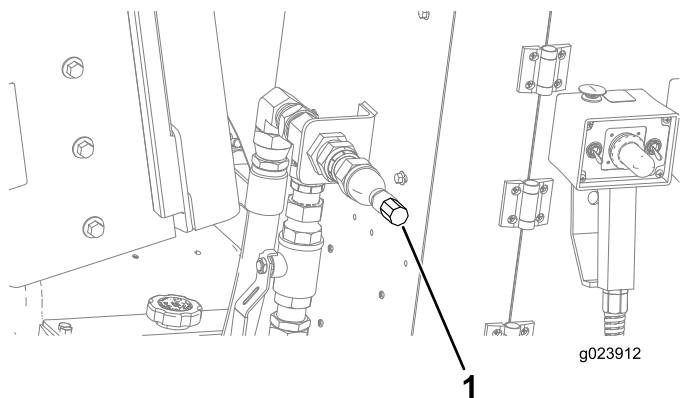

Figura 136
5. Conecte a mangueira à sua conexão (Figura 136).